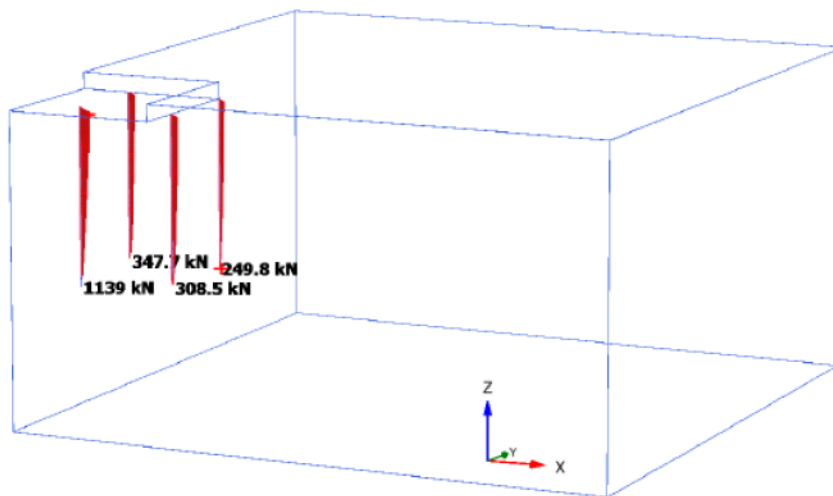

图 3.4 嵌入桩的轴力
- 7) 在力菜单中选择 N 选项观察嵌入桩的轴力，如图 3.4 所示。